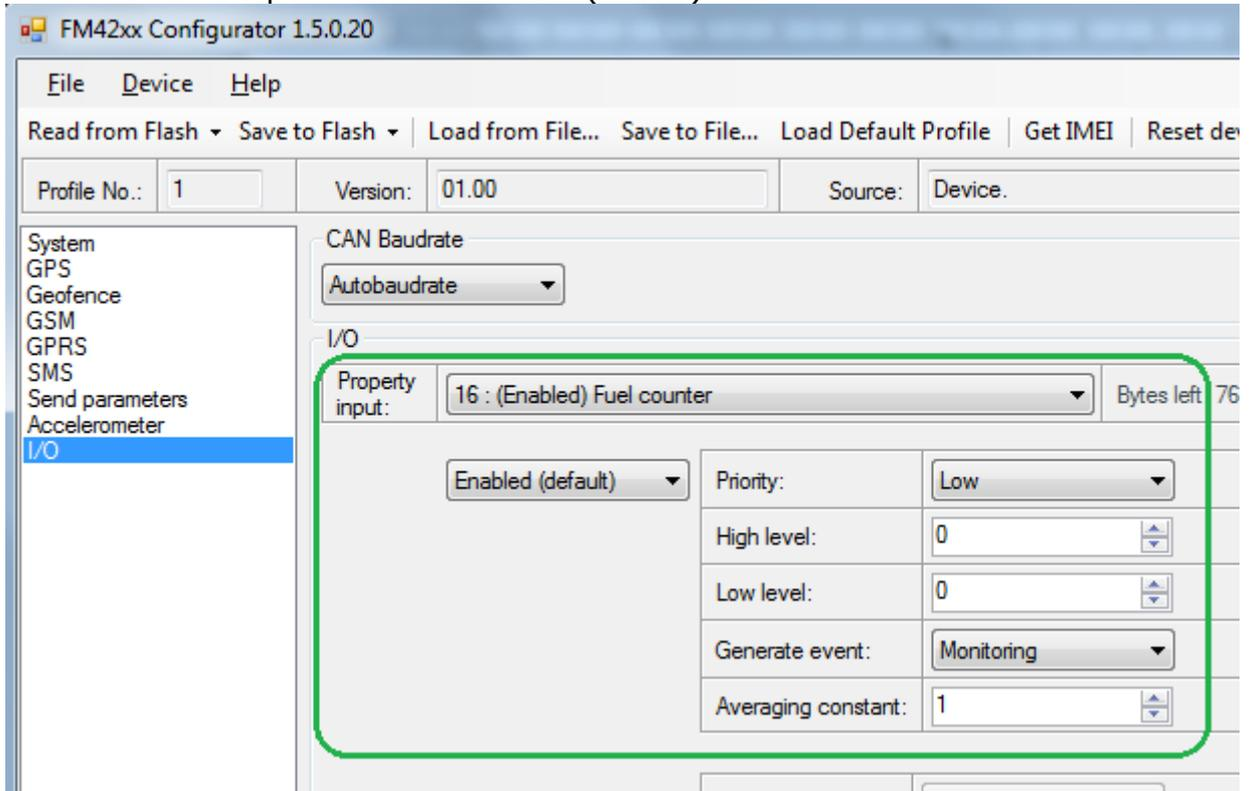

Рисунок 3
2.1.3. Настроить "Fuel counter" (Рис. 3):